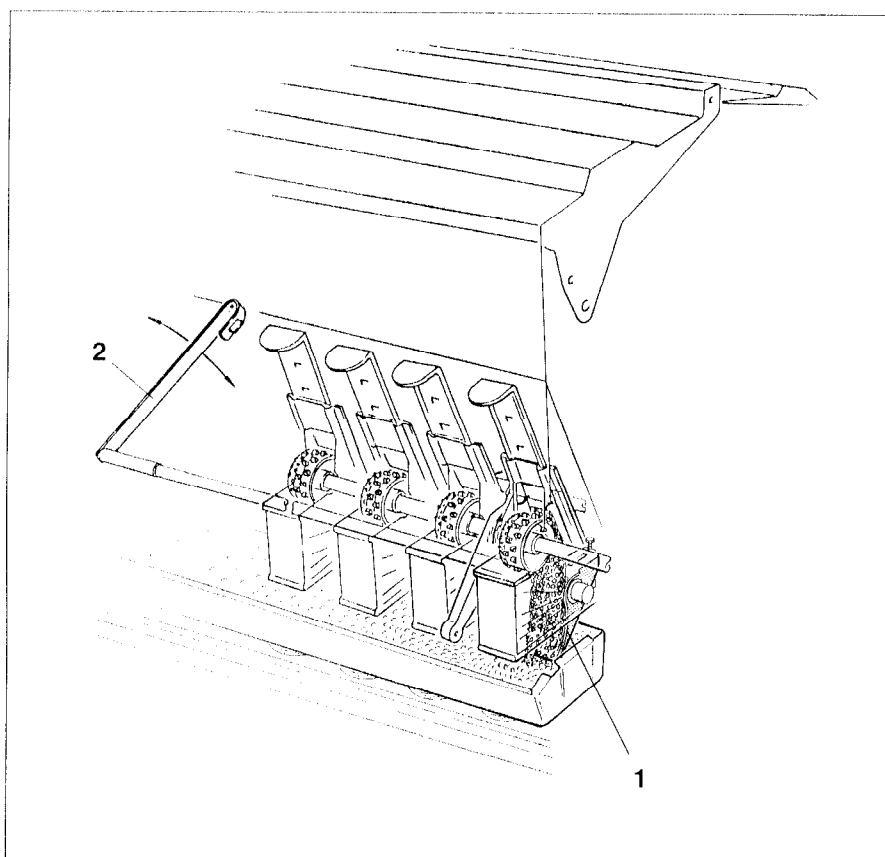

Fig. 21.1
Lassen Sie die **Bodenklappen (Fig. 21.1/1) ganz geöffnet**, wenn Sie die Sämaschine über einen längeren Zeitraum nicht benötigen. Bei geschlossenen Bodenklappen besteht, insbesondere im Winter die Gefahr, daß Mäuse versuchen, in den Saatkasten zu gelangen, da es auch im leeren Saatkasten nach Getreide riecht. Bei geschlossenen Bodenklappen fressen die Tiere unter Umständen Bodenklappen und Säräder an.
Bei fehlerhaft eingestellten Bodenklappen (Fig. 21.1/1) kann es zu unkontrolliertem Ausfluß von Saatgut (Mehrmengen) während der Aussaat kommen. Die Grundeinstellung der Bodenklappen ist deshalb **halbjährlich bzw. vor jeder Säperiode** bei entleertem Saatkasten und entleerten Sägehäusen zu überprüfen:
2. Bodenklappenstellhebel (Fig. 21.1/2) am Rastenblech in Stellung "1" bringen.